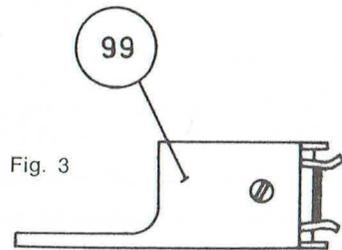

Fig. 3
- 4° Régler le cabestan à l'aide de la vis A de façon que la bande passe sans distorsion dans le guide-bande de la tête enregistrement/reproduction (voir fig. 3).